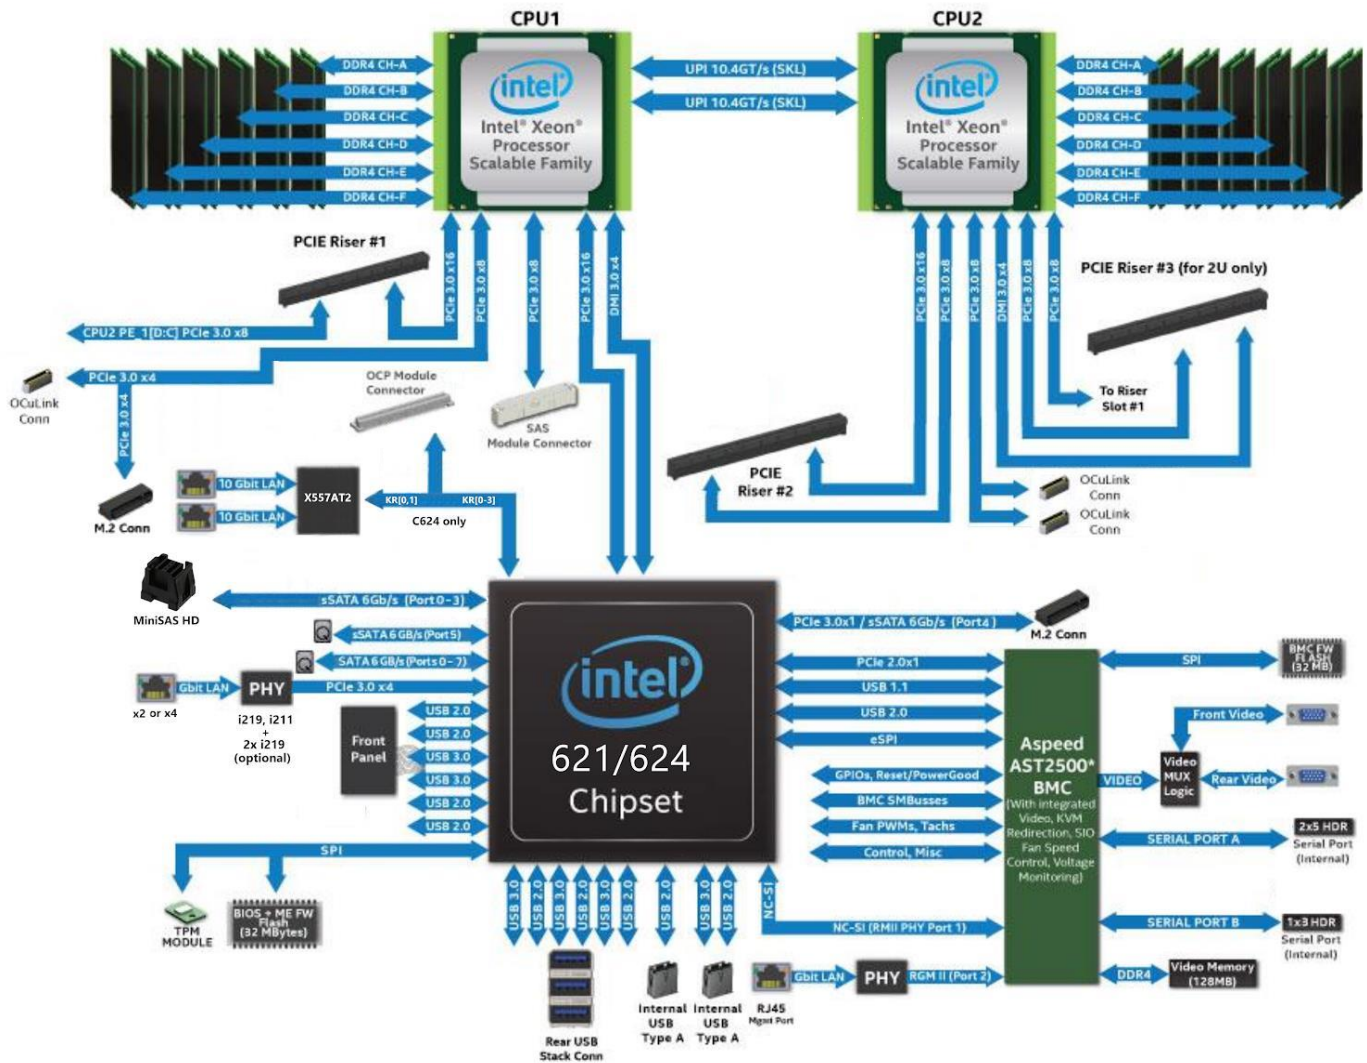

Рисунок 15. Блок-схема архитектуры серверной платы QTECH 469555.005
- Перемычка (см. рис. 15) режима восстановления заставляет BIOS загружаться в режиме восстановления.